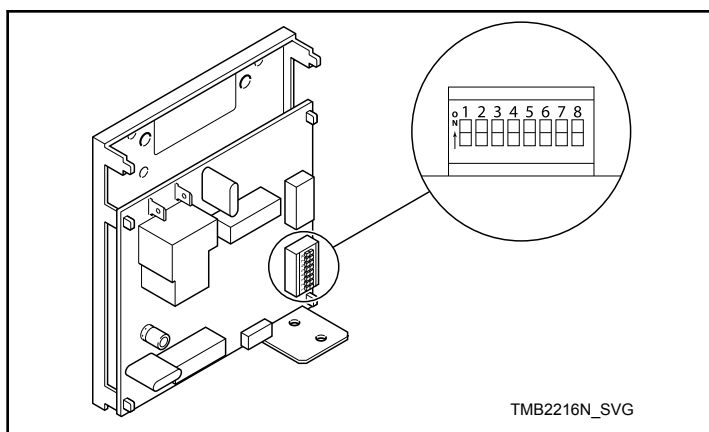

Figura 28
2. Prima annotare le impostazioni del commutatore del controllo della macchina, quindi impostarle tutte in posizione off. Consultare la *Figura 28*.